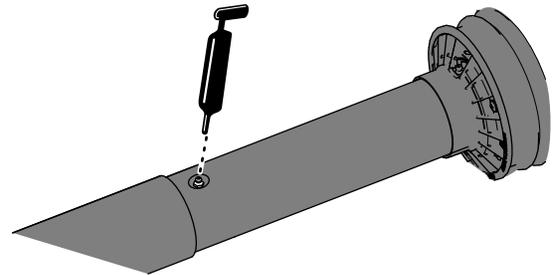

図 10
3. 内側の駆動シャフトガードのところで、グリスフィッティングにアクセスできるように駆動シャフトをすこし伸ばす 図 10。
4. 図 10 のように、伸縮式の駆動シャフトにあるグリスフィッティングに所定のグリスを注入する。